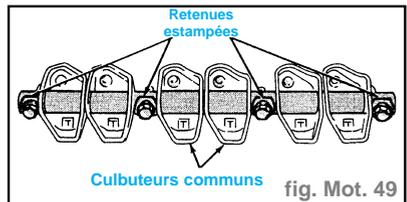

fig. Mot. 49
- Poser les tiges de poussée, les ensembles de culbuteur et d'arbre avec les retenues d'acier estampées. Serrer au couple de **2,8 daN.m** (fig. Mot. 49).